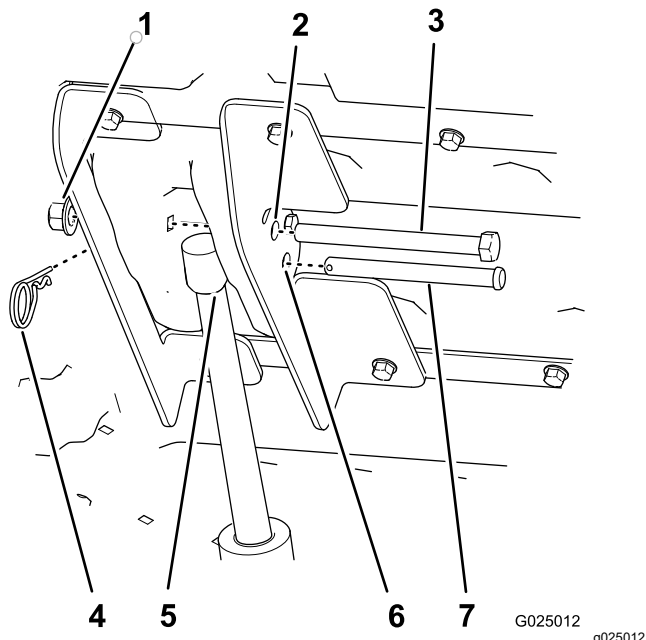

Figura 11
7. Apăsai padela de sus a comutatorului de ridicare a platformei pentru a extinde tija dispozitivului de acionare ridicare până când orificiul din tijă este aliniat cu orificiile din suportii de ridicare interior i exterior (Figura 11).
8. Fixai tija dispozitivului de acionare ridicare la suportii de ridicare cu cuiul spintecat (3-1/2") i agrafa (Figura 11).
10. Aliniați urubul cu cap hexagonal (1/2 x 5-1/2") cu celelalte orificii de 12,7 mm (1/2") din suportii de ridicare interior i exterior (Figura 11) i fixai-l bine cu o contrapiuliță (1/2").
2. Îndepărtai tiftul în formă de agrafă i cuiul spintecat care fixează tija dispozitivului de acionare pe suporii de ridicare interior i exterior (Figura 11).
7. Coborâi platforma i alinai dispozitivul de acionare ridicare cu suporii de ridicare (Figura 11).
8. Fixai dispozitivul de acionare ridicare pe suporii de ridicare cu cuiul spintecat i agra (a Figura 11).